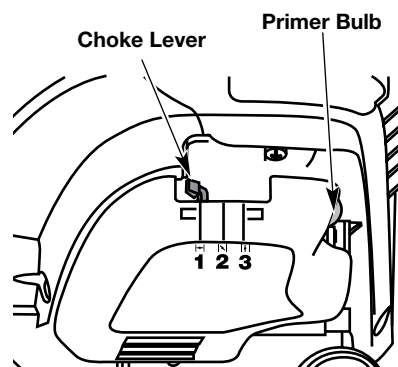

Fig. 20
4. Pressez et relâchez la poire d'amorçage à 10 reprises, lentement. Une certaine quantité de carburant devrait être visible dans la poire d'amorçage et les conduites de carburant (Fig. 20). Si vous n'apercevez pas de carburant dans la poire, pressez et relâchez la poire autant de fois que nécessaire jusqu'à ce que vous aperceviez du carburant dans cette dernière.
5. Mettez le levier d'étrangleur en **Position 1** (Fig. 20).
7. Mettez le levier d'étrangleur en **Position 2** (Fig. 20).
10. Mettez le levier d'étrangleur en **Position 3** (Fig. 20). La machine est prête à être utilisée.